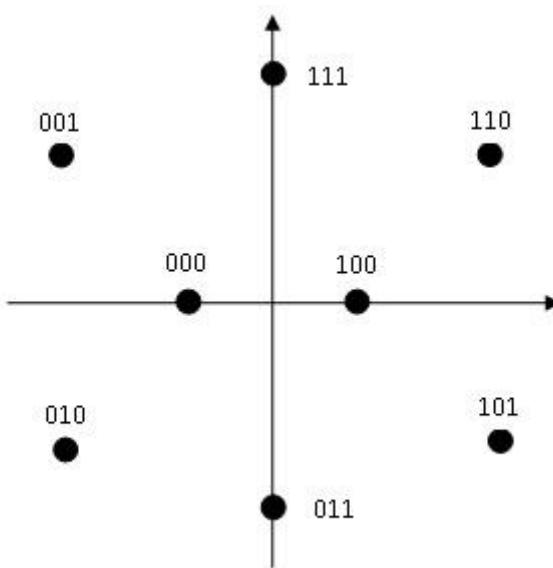

Рис. 44
- KAM8-DS - 8-позиционный сигнал квадратурной амплитудной манипуляции, применяемый в модемах фирмы «Datum Systems» (рис. 44);